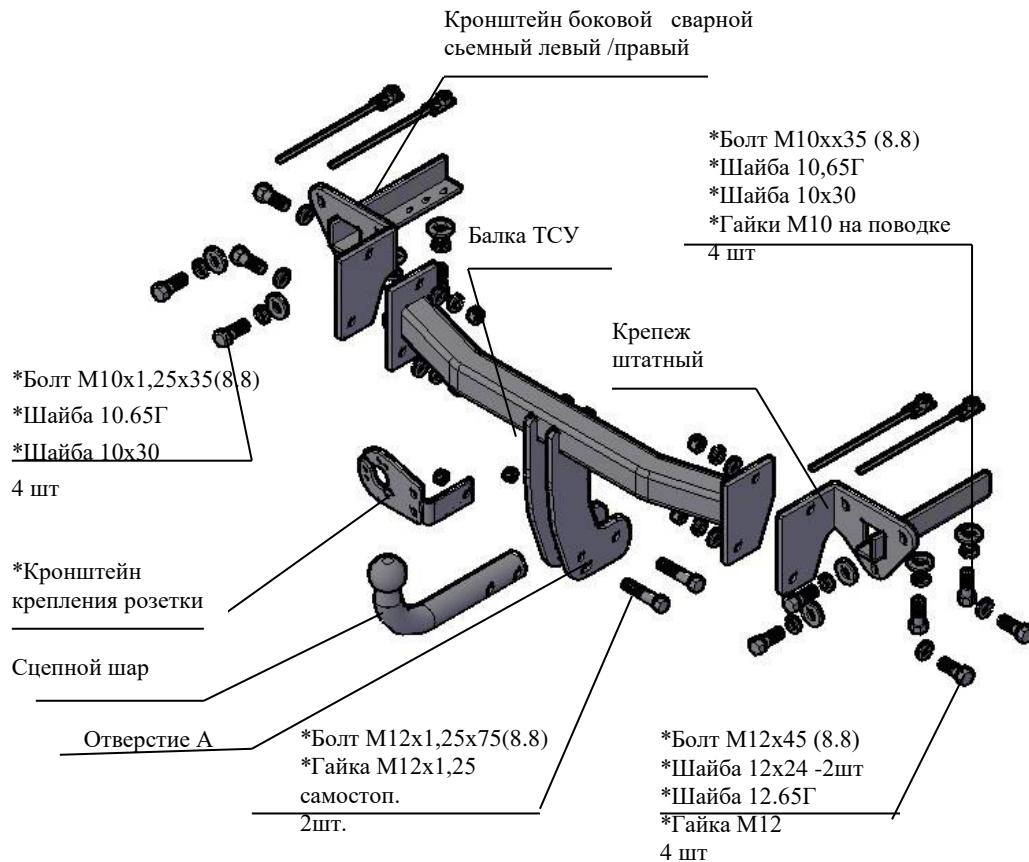

Рис.1 Тягово-сцепное устройство 8501 .
2.1 ТСУ 8501. в сборе (рис.1)	1 шт.
2.2 Пакет с комплектующими (см. рис.1)	1 шт.
4.2 Установить боковые сварные съемные кронштейны в лонжероны а/м (правый и левый соответственно рис.1), закрепить болтами M10х35, подложив под головки болтов шайбы 10.65Г и шайбы 10х30, используя гайки M10 на поводках, а к фартуку а/м закрепить штатным крепежом (см.рис.1) и болтами M10х1,25х35, используя гайки штатные и подложив под головки болтов шайбы 10.65Г и шайбы 10х30. Крепеж не затягивать.